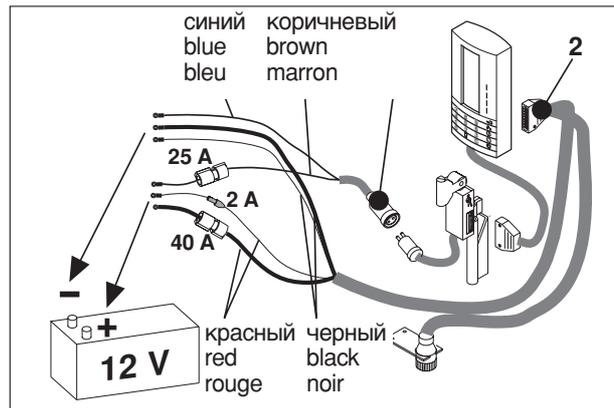

Рис. 22 - 4
3. Установите штекерный держатель (1; рис. 22 - 5) для 22-полюсного соединительного провода от распределителя сигналов к пульту на подходящем месте, по возможности, в кабине трактора.